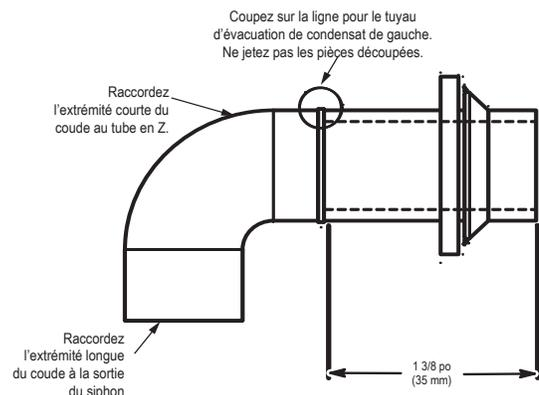

Fig. 17 – Modification du coude d'évacuation en caoutchouc A190401FR
3. Le tuyau en Z est raccordé au siphon de condensat et à l'extérieur de la chaudière en modifiant le coude d'évacuation préformé en caoutchouc, comme illustré à la Fig. 17.
4. Retirez l'œillet formé du coude d'évacuation en caoutchouc en coupant le long de la ligne verticale qui se trouve à environ 35 mm (1 3/8 po) de l'œillet formé. Consultez la Fig. 17. **NE JETEZ PAS L'ŒILLET FORMÉ NI LE COUDE EN CAOUTCHOUC.** Ces deux pièces seront utilisées ultérieurement.
CONSEILS D'ENTREPRENEURS : Si vous installez la chaudière à l'horizontale, utilisez le coude d'évacuation en entier (autrement dit, ne le coupez PAS de la manière indiquée à la Fig. 17) pour raccorder le siphon à la conduite d'évacuation. Vous empêcherez ainsi que les secousses et les chocs de la conduite d'évacuation n'endommagent le siphon de la chaudière. Évitez tout mauvais alignement du tuyau d'évacuation, car cela pourrait causer des déformations au coude.